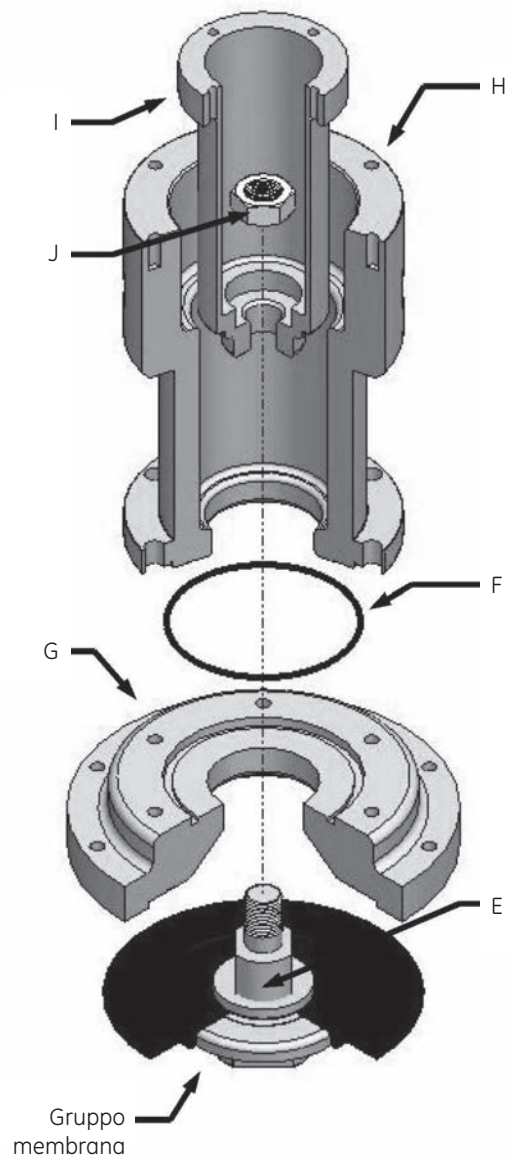

Figura 25 – Assemblaggio cartuccia 175-CH
- Fase 1:** inserire il 145 O-ring (F) nel distanziatore della cartuccia (G).
- Fase 2:** Posizionare il distanziatore della cartuccia (G) tra il gruppo membrana e la camera molla (H), come indicato nella Figura 25.
- Fase 3:** Fare scorrere il tubo interno (I) attraverso la camera molla (H).
- Fase 4:** Fissare l'estensione del filetto (E) al tubo interno (I) utilizzando il controdado 1/2 pollice - 20 pollici SS (J).
- Fase 5:** Serrare il controdado (J) con coppia da 100 a 110 in-lbs.